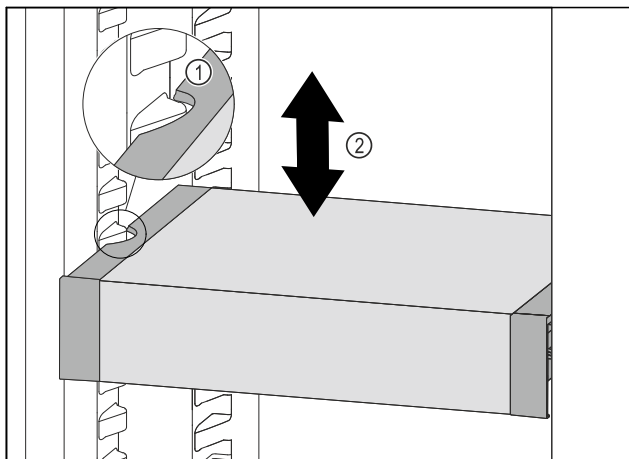

Fig. 86
- ▶ Tirer le VarioSafe vers l'avant jusqu'à ce que les encoches latérales du VarioSafe soient à la hauteur de la nervure du bac dans la partie réfrigérateur. Fig. 86 (1)
- ▶ Déplacer le VarioSafe vers le haut ou vers le bas dans la partie réfrigérateur jusqu'à ce que la hauteur souhaitée soit atteinte. Fig. 86 (2)